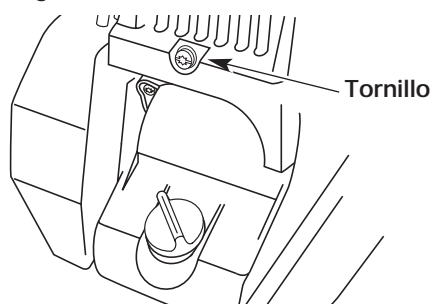

Fig. 64
3. Saque el tornillo que está detrás de la cubierta del motor (Fig. 64).